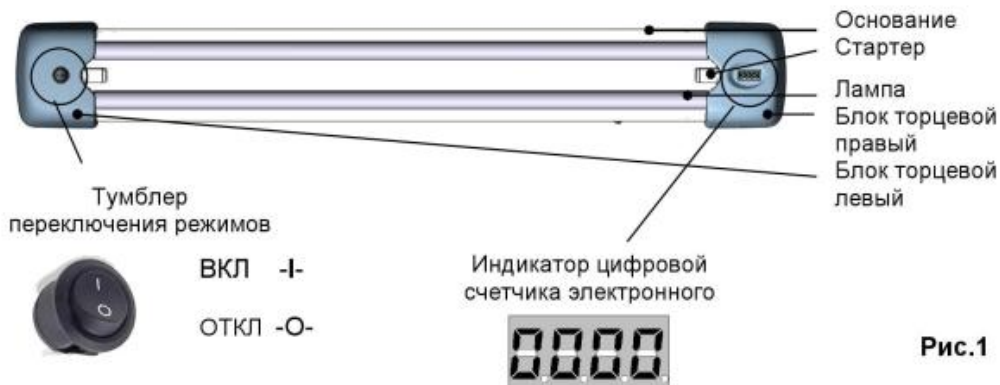

Рис.1
электронный с индикатором цифровым четырехразрядным и клеммная колодка для подключения жил кабеля питания, в том числе заземляющего провода стационарной проводки рис.1.
- 5.3. В левом торцевом блоке установлены электромагнитный пускорегулирующий аппарат (далее по тексту «ПРА»), 2 патрона электрических для установки и подключения ламп, стартер и Тумблер переключения режимов (рис.1).
- тумблер переключения режимов перевести в положение ОТКЛ (-O-) (рис.1);